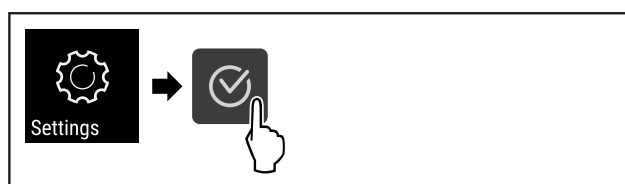

Fig. 60
- Eseguire i passi (vedere Fig. 60) .